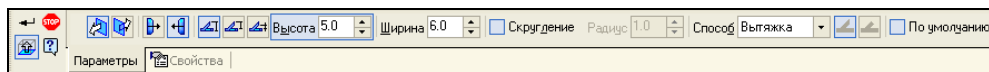

Рис. 41.8. Панель свойств: Жалюзи
- ◆ на панели инструментов **Элементы листового тела** нажмите кнопку **Жалюзи** . На экране появилась Панель свойств: Жалюзи (рис. 41.8) и фантом жалюзи. Панель свойств имеет две вкладки: **Параметры** и **Свойства**. Вкладка **Свойства** идентична вкладкам **Свойства** для всех команд. Элементы управления вкладки **Параметры** рассмотрены в табл. 41.2;